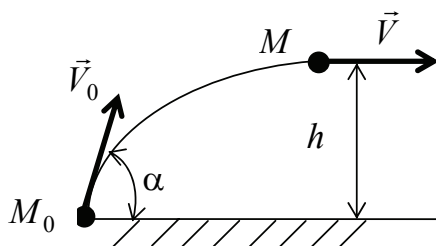

Рис. 13
3. Материальная точка массой  $m$  брошена с поверхности земли под углом  $\alpha = 60^\circ$  к горизонту (рис. 13) с начальной скоростью  $V_0 = 30$  м/с. Определить наибольшую высоту  $h$  подъема точки. (Ответ: 34,4).